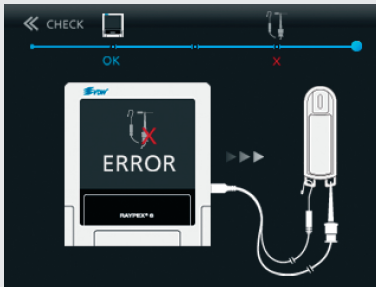

Fig. 35: Mensaje de ERROR de accesorios
- La verificación de los cables se iniciará automáticamente, y los resultados –OK (Fig. 34) o ERROR (Fig. 35)– aparecerán en la pantalla.